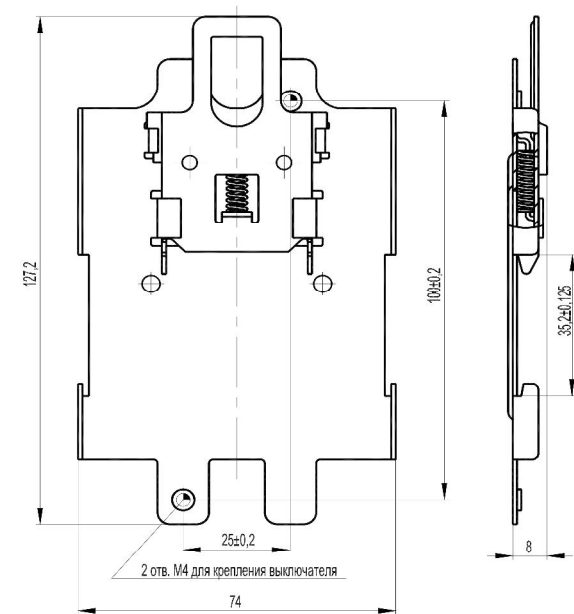

Рисунок 4 – Адаптер для крепления выключателя BA57-31 на DIN рейку (35 мм)
- закрепить выключатель с адаптером на DIN рейку и подключить проводники главной цепи и выводы дополнительных сборочных единиц в соответствии со схемой (рисунок 4).